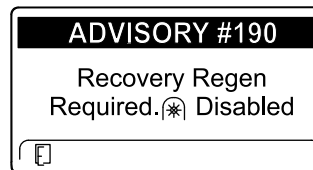

Рисунок 75
- Требуется восстановительная регенерация — вал отбора мощности выключен, ИНФОРМАЦИОННОЕ СООБЩЕНИЕ № 190 (Рисунок 75)